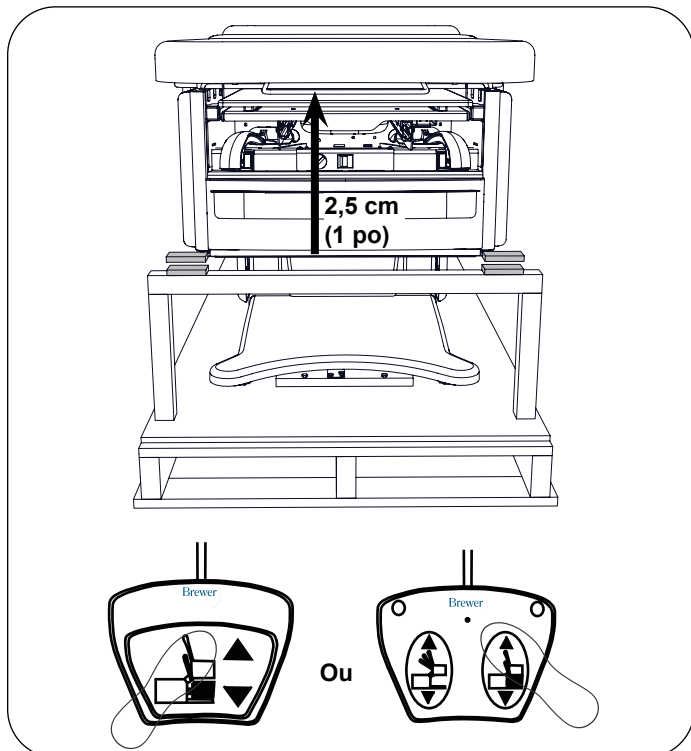

Figure 10. Élever l'assise pour dégager l'arceau de support
13. Appuyer sur la commande « Lever » de la pédale pour élever l'assise d'environ 2,5 cm (1 po) (Figure 10).